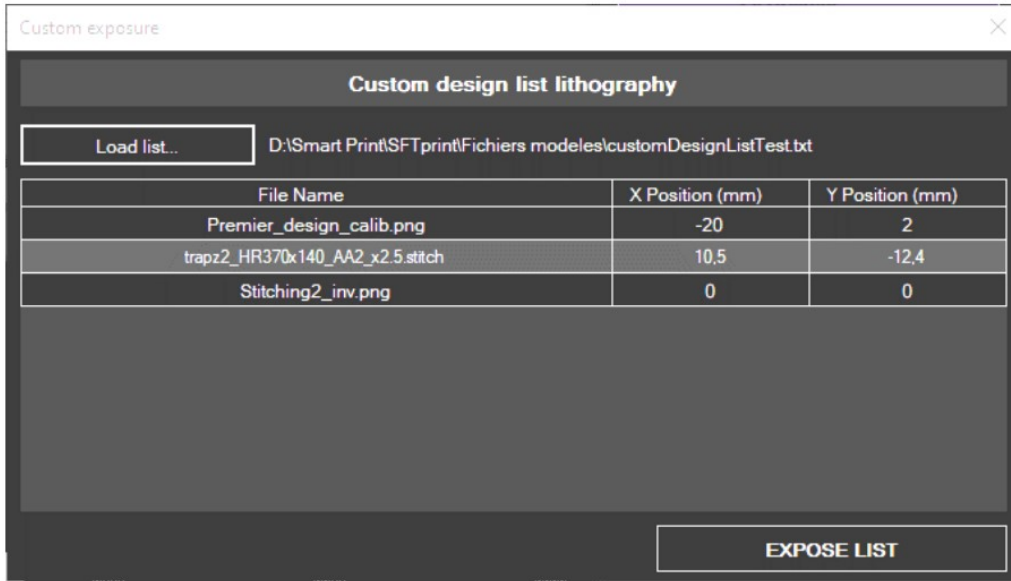
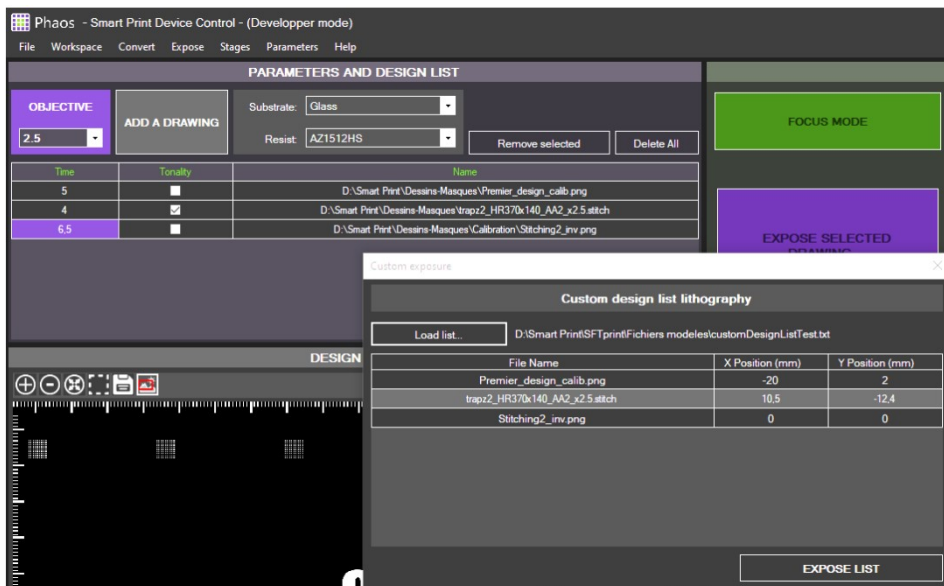

图 49 -自定义曝光:加载参数文件
图 50 -自定义曝光:已加载并准备曝光的数据
3. 如果参数文件不包含错误(绘图未找到、未知字符等), 则该文件将加载到窗口(图 49), 并在 `parameter` 界面的主窗口上更新(图 50)。
5. 单击 Custom 曝光窗口中的 EXPOSE LIST 按钮(图 50)